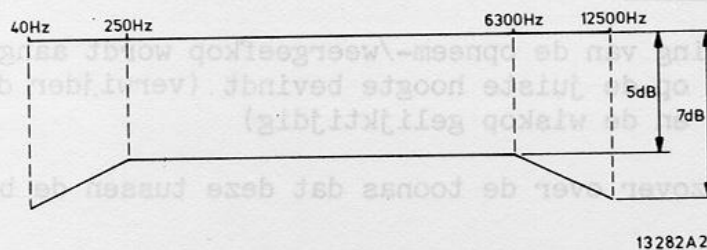
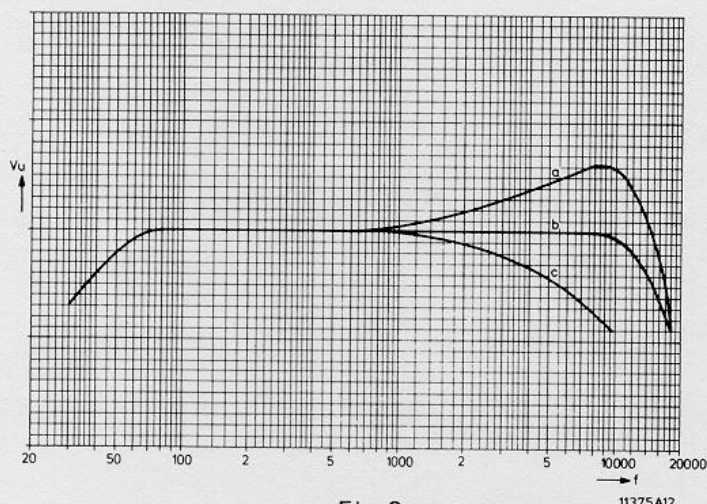

Fig. 2
Fig. 3
- Tijdens weergave van een universele chromium cassette SBC 126 moeten frequenties tussen 40 en 12.500 Hz, binnen de karakteristiek van fig. 2. blijven.
- Maak opnamen van enige frequenties tussen 40 en 12.500 Hz (b.v. 40 Hz, 315 Hz, 1 kHz, 6,3 kHz, 8 kHz, en 12,5 kHz). Geef daarna de signalen weer en bekijk of ze overeenkomen met figuur 3. Als de biasstroom goed is ingesteld, zal de frequentiekarakteristiek overeenkomen met b in fig. 3, met een vervorming van $K_3 \leq 5\%$. Als de biasstroom te hoog is, dan zijn de hoge frequenties te veel verzwakt, zie c in fig. 3. Is de biasstroom te laag, dan wordt de vervorming te hoog, wat overeenkomt met a in fig. 3. Fig. 2. geeft aan binnen welke grenzen de karakteristiek moet blijven. De biasstroom kan worden ingesteld met L 1 (L 101). Bijregelen van het ene kanaal zal het andere slechts gering beïnvloeden.